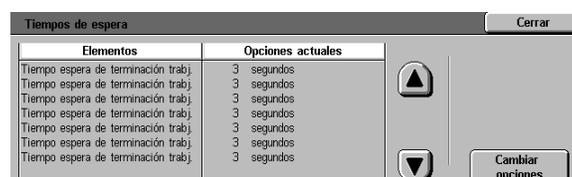

Figura 53: Tiempos de espera
- 1 En la pantalla Utilidades, pulse el icono **Tiempos de espera de la máquina** para mostrar la pantalla Tiempos de espera, tal y como ilustra la Figura 53.